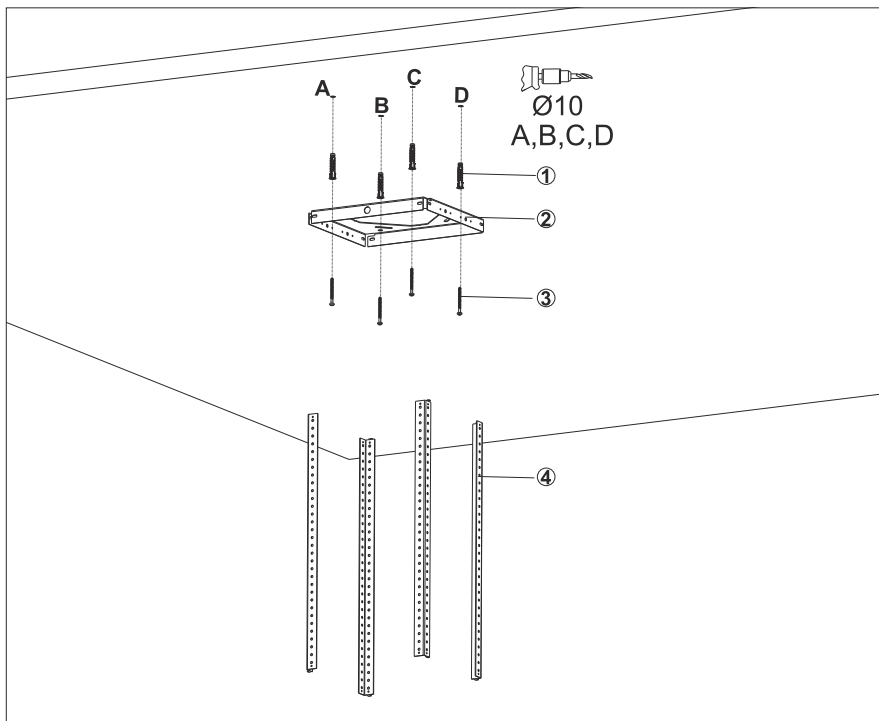

Fig. 7
1. ➤ Bor overfladen, hvor produktet vil blive installeret, fra punkterne A, B, C, D med Ø10 mm bor (Fig. 7).
2. ➤ Indsæt Ø10 mm rawlplugs (1) i de borede huller (Fig. 7).
3. ➤ Monter lofflancen til loft fra punkterne A, B, C, D til loftet med 5,5x60 skruer (3) (Fig. 7).